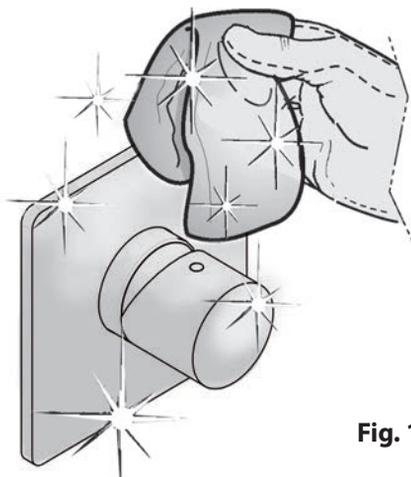

Fig. 10
- Проведите тщательную чистку изделия, мягкой тканью. (Рис.10)